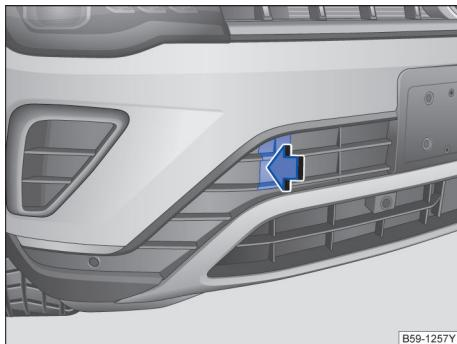

图 212 在保险杠的右前部：拆卸盖板
- 按压盖板的左侧区域→图 212（箭头），松开盖板的卡扣。